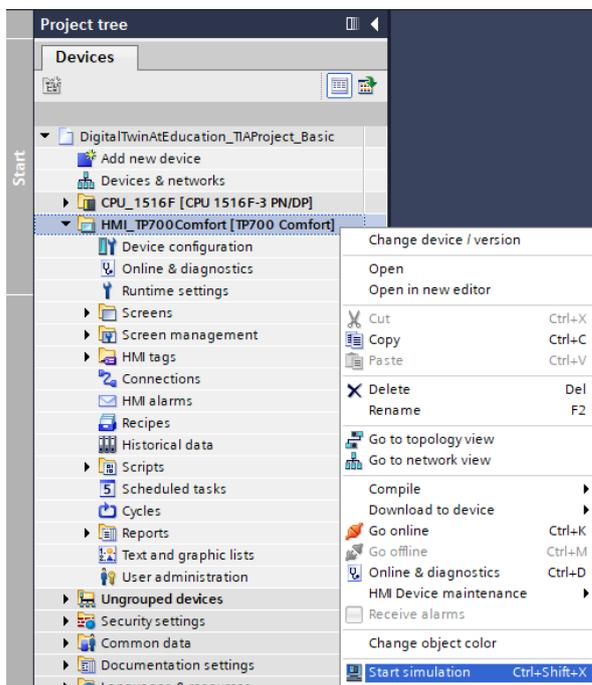

figura 14: Iniciar a simulação HMI
- Selecione a HMI "**HMI_TP700Comfort**" na navegação do projeto. Abra a configuração associada clicando com o botão direito do mouse e navegue no menu de contexto aberto até o ponto "**Start simulation**" (Iniciar simulação)  (ver figura 14). Alternativamente, você pode iniciar a simulação com *Ctrl+Shift+X*.